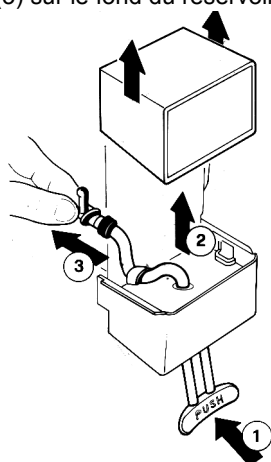

figure 8
- 1 - Décrocher le couvercle supérieur du robinet et l'enlever. Pousser (1) le levier de débit et défiler le tuyau du robinet de son siège vertical (2) sur le corps du robinet et de celui horizontal (3) sur le fond du réservoir (voir figure 8).